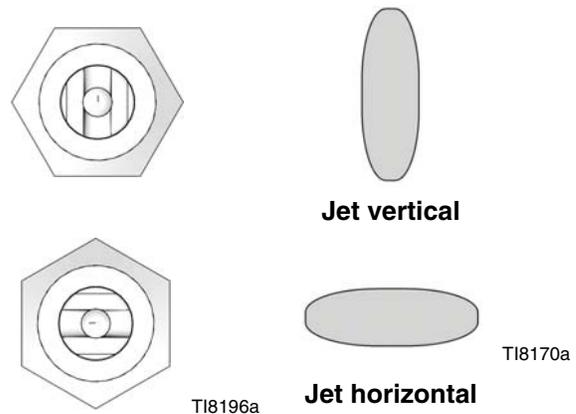

FIG. 8 : Le jet
Tenir compte des Notes pour l'entretien des Fig. 8 et 9 lors du remontage du pistolet.
2. Dévisser les quatre vis (14) et retirer le pistolet du collecteur.
3. Dévisser l'écrou de fixation de la buse (7). Démontez la buse (9) et le joint (8). Voir Fig. 8 et 9.
4. Retirer le chapeau (18) du corps du piston (1). Retirer les ressorts (20 et 19).
5. À l'aide de la clé fournie (34), desserrer la vis de réglage du pointeau (16). Enlever la butée du pointeau (17).